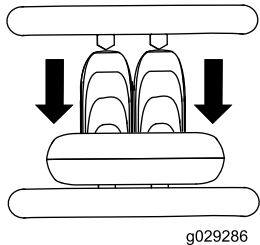

Figura 8
- Para desplazarse hacia atrás, mueva el control de tracción hacia atrás (Figura 8).